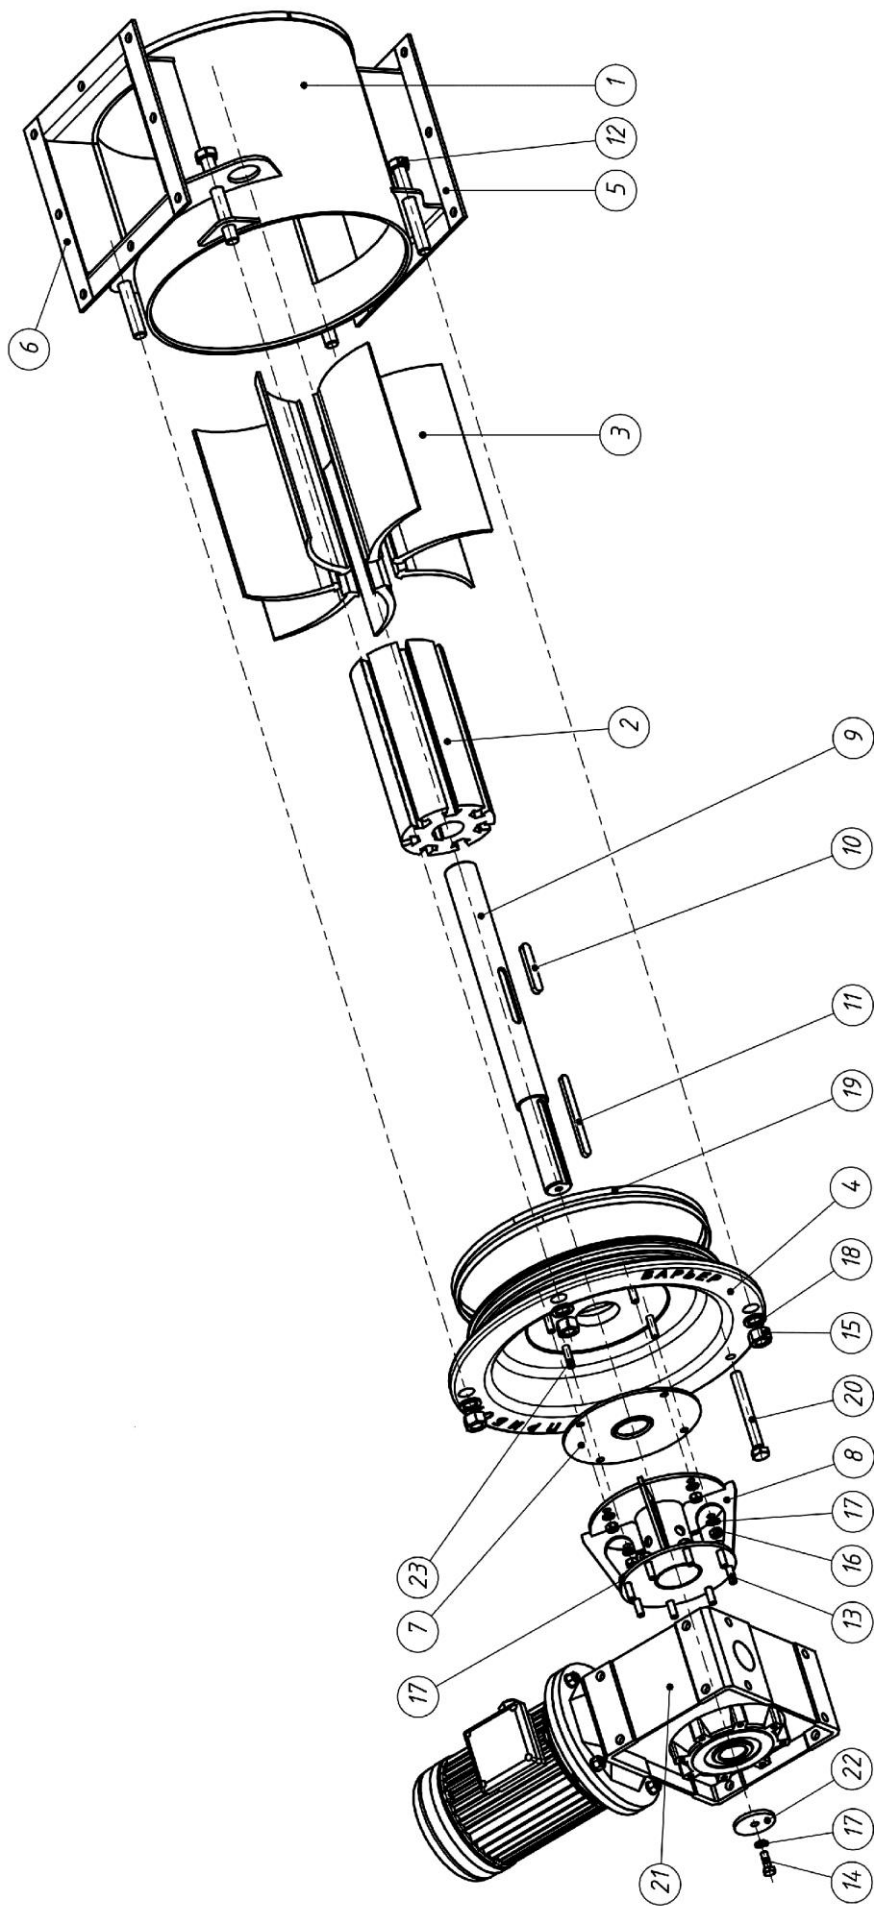

Рис.2 Устройство изделия
Изделие (рис.2) состоит из корпуса (1), втулки с пазами (2), сменных Т-лопастей (3), подвижной крышки корпуса (4) с резиновыми уплотнительными кольцами (19) и шпильками (23), разгрузочного патрубка с присоединительным фланцем (5), загрузочного патрубка с присоединительным фланцем (6), резинового диска – уплотнителя (7), установленного под фланец приводного корпуса (8), вала (9) со шпонками (10), (11), болтов (12), (13), (14), гаек (15), (16), стопорных шайб (17), (18), регулировочного болта (20), мотор-редуктора (21) и шайбы (22).